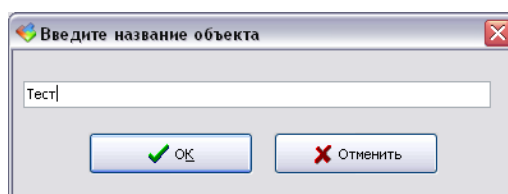

Рисунок 10 - Ввод названия объекта
5) Ввести название объекта, например, «Тест» (рисунок 10).